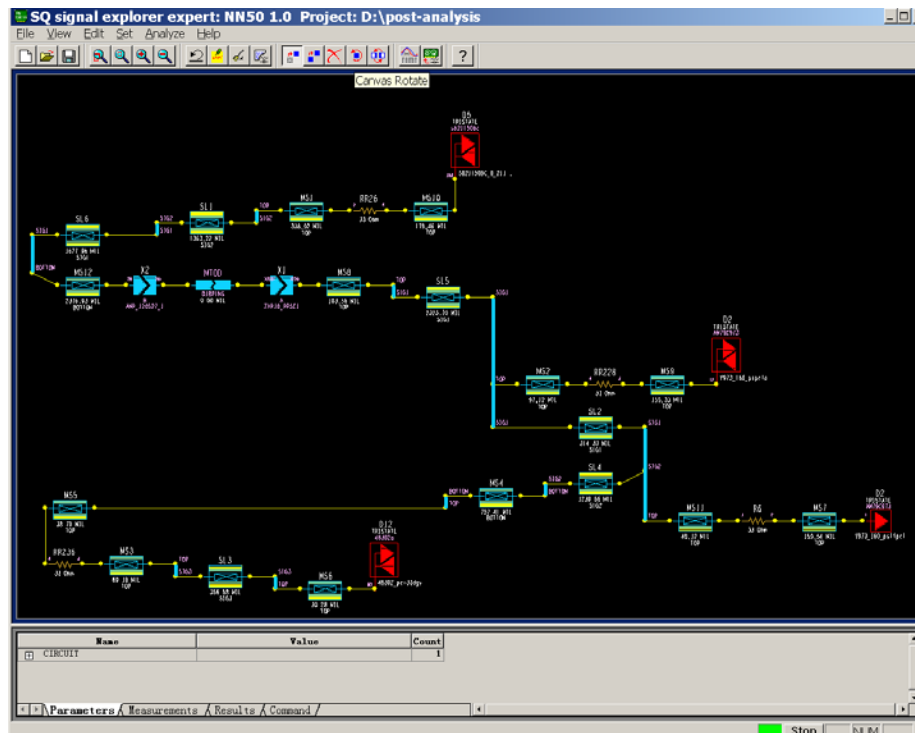

图 7-25 多板之间的拓扑结构
- 2、选择 **View Topology**，仿真拓扑显示在 SigXplorer 窗口。（图 7-25 所示）